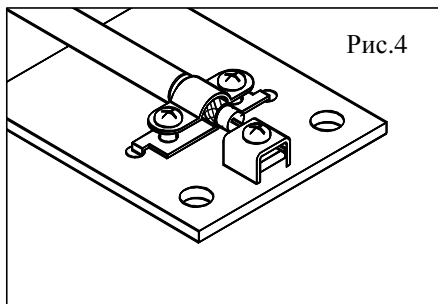

Рис.4
- 5.6. Вставить подготовленный конец кабеля в центральное отверстие корпуса монтажной коробки и зафиксировать на плате (см. рис.4).